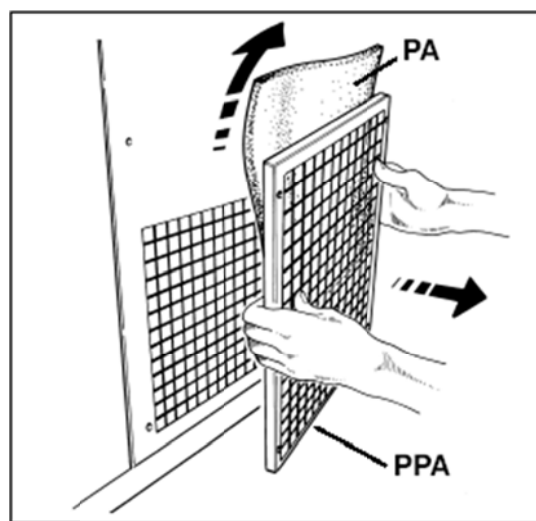

рис.10.
- Затем извлечь решетку впускного предварительного фильтра и фильтрующий элемент **РА** (рис.10).